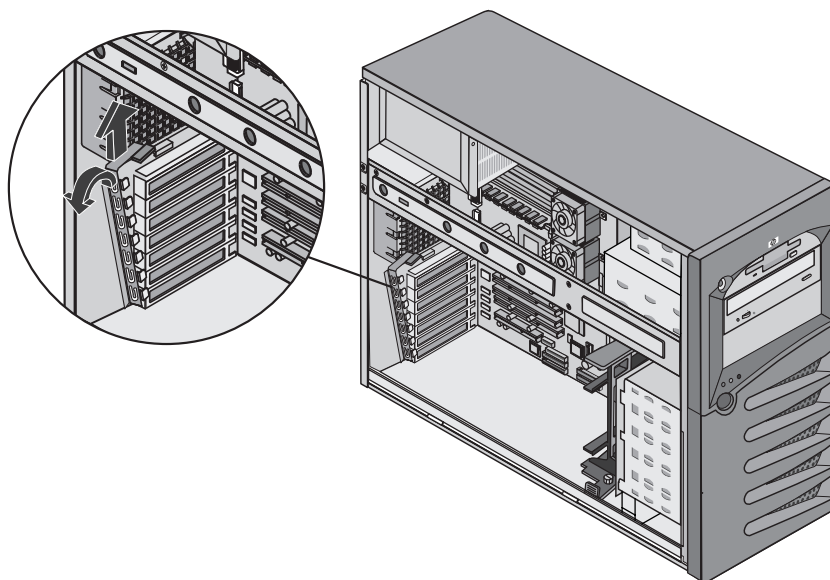

Figura 2-20. Rimozione della staffa di ritenuta IO
6. Rimuovere la staffa di ritenuta IO. Fare riferimento alla figura 2-20.